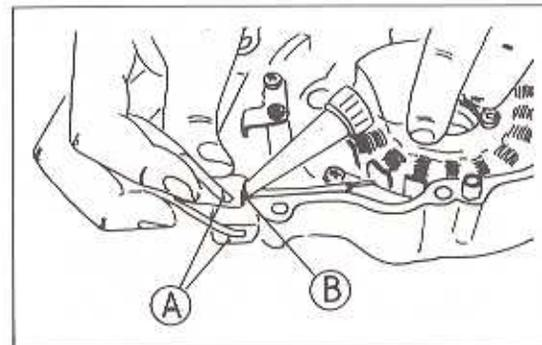

Bild 154
- Die Tülle der Kabeldurchführung mit Silikon-dichtmasse abdichten (Bild 154).